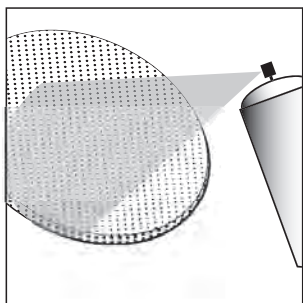

FIGURE 8
3. After removing the grille by carefully hooking it with a bent paper clip and pulling it gently away from the frame, remove the cloth scrim and spray on two thin coats of finish color. If you're using a compressor and spray gun, use the finest, most diffuse setting. Be careful not to fill the holes in the grille with paint [figure 8].
3. Après avoir dégagé la grille à l'aide d'un trombone plié et l'avoir retirée du cadre, retirez d'abord sa toile de revêtement intérieur puis vaporisez la grille de deux minces couches de peinture de finition. Si vous utilisez un compresseur ou un pistolet pulvérisateur, choisissez le réglage le plus fin, le plus diffus. Assurez-vous de ne pas boucher les trous de la grille avec la peinture [figure 8].